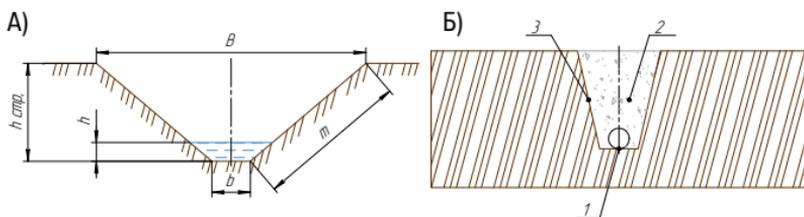

Рис. 1. А) открытая линейная дрена (открытый канал).
Наиболее применяемыми системами поверхностного дренажа являются открытые и закрытые дренажи, простейшие конструкции которых приведены на рис. 1 А, Б.
Открытая дрена (рис. 1 А) представляет собой канал с укрепленными стенками.
Закрытая линейная дрена-поглотитель (рис. 1 Б) – траншея, по стенкам которой уложен качественный фильтрующий геотекстиль (3), а на дно – дренажная труба (1), обернутая дренажным геотекстилем. В качестве засыпки выступает крупный фильтрующий материал (2) (щебень, гравий или крупнозернистый песок). Траншея вместе с щебнем должна быть полностью обернута дренажным геотекстилем – это позволит снизить риск заиливания дрена.